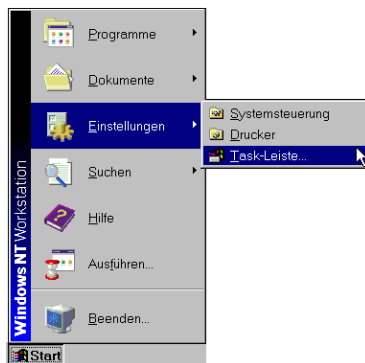

Abbildung 2-3
1. **Task-Leiste...** im *Start* Menü unter *Einstellungen* auswählen (Abbildung 2-3).